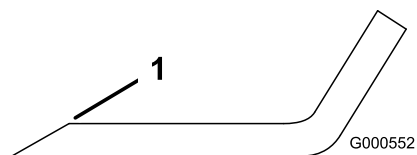

Figura 68
1. Folosiți o pilă pentru a ascuți marginea de tăiere la ambele capete ale lamei (Figura 68).
Notă: Dacă lama nu este echilibrată, piliți numai din capătul suprafeței velice (Figura 68).